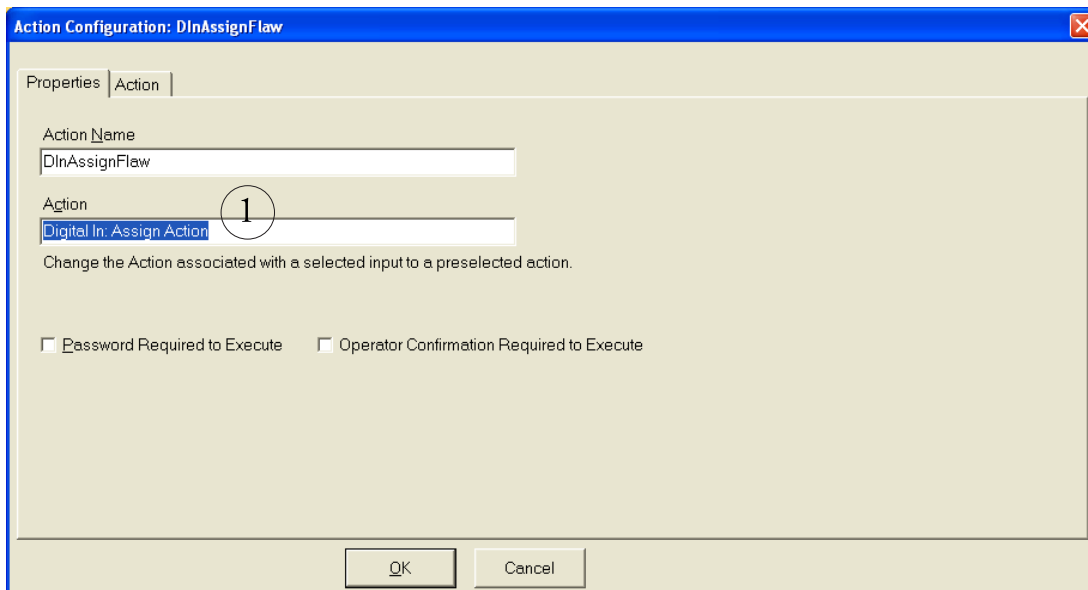

Figure 40. Digital In: Assign Action.
- 2.1 Name the action DInAssignFlaw (*Part 1 in Figure 40*).